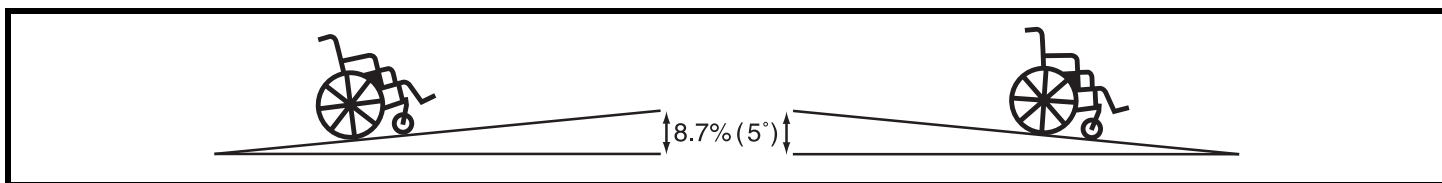

Figure 1. Inclinaison maximale (Montée ou descente)
**MISE EN GARDE! Même si votre fauteuil roulant peut gravir une pente plus abrupte que celle illustrée à la figure 1, ne tentez jamais, sous aucune considération de gravir une pente plus inclinée que celle-ci ou toutes autres pentes spécifiées dans ce manuel sous peine de provoquer de l'instabilité à votre fauteuil roulant.**
Pride recommande de ne pas tenter de gravir une pente ayant plus de 8.7% (5°) d'inclinaison. Voir la figure 1.